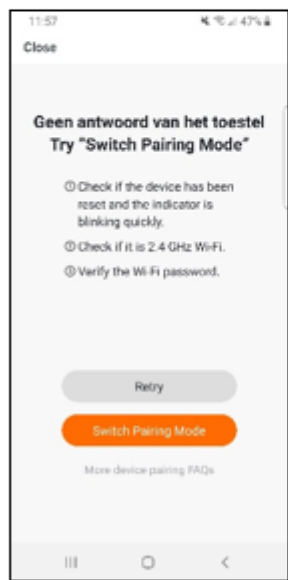

Fig. 5-1
- Als het bij stap 4 niet is gelukt om verbinding te krijgen met de thermostaat, klik dan op “Switch Pairing Mode” (Fig 5-1).